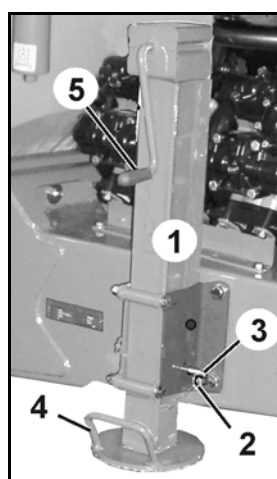

Fig. 52
- Støttefoten er løftet under bruk eller transport (Fig. 52).
1. Løsne splinten (Fig. 52/2).
2. Trekk ut bolten (Fig. 52/3).
3. Løfte/senke støttefoten ved hjelp av håndtaket (Fig. 52/4).
5. Støttefoten løftes/senkes mer med håndsvive (Fig. 52/5).